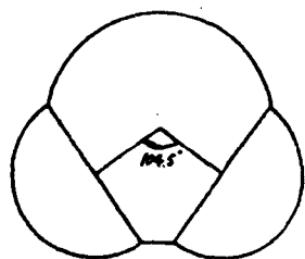

图 1.1 水分子模型
(3) 组合：将加工好的大球球缺与小球球缺按图 1.1 组合。先在待接的两个球缺底面上钻两两对应的四个小孔，孔内灌注上述泥质的泥浆，插入木棍，底面之间涂以粘合剂(乳胶或浆糊)，对接起来，固定，在室温下晾干。作氧原子用的球上涂以蓝色油漆，作氢原子用的球上涂以绿色油漆。